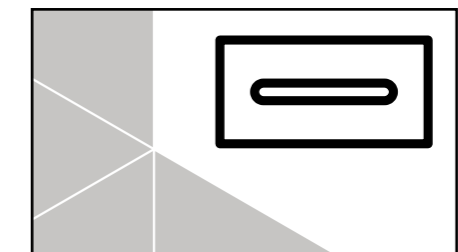

Abb. 5
- Bei partiellem Einsatz von StoEcoshape in Kombination mit Putz ist bei der gewählten Putztextur (z. B. StoSignature: Texture, Standard-K; Stolit® K 1,5) auf eine gute Verarbeitbarkeit im Kanten- bzw. Anschlussbereich der Elemente (Winkel, Ecken) zu achten. Die Form der Elemente sollte dies gewährleisten! Ggf. Klebe- und Fugenmörtel farblich an den Oberputzfarbton anpassen (siehe Abb. 5).